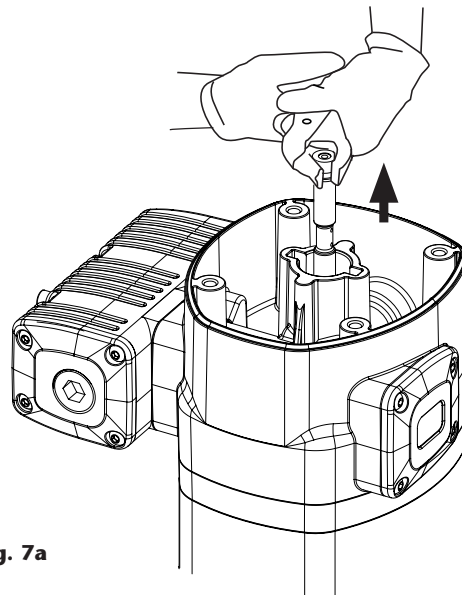
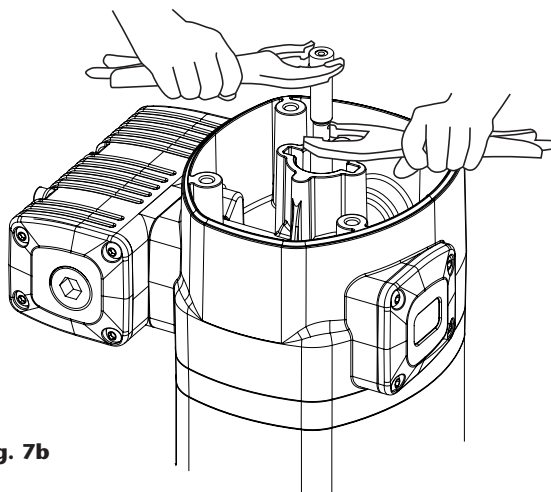

Fig. 7a
Fig. 7b
1. Unscrew the bolts (2) and remove the cap (3).
2. Unscrew the sensor sleeve (4).
3. With a manual clamp on the nut (5), pull the rod (47) outwards until its central recess appears (fig. 7a). Then, with another manual clamp, grab the rod (47) on said recess to prevent sealing surface to be damaged, and unscrew the nut (5) (fig. 7b).
4. Remove o-ring (6) and ring (7), and replace them with new ones later.
5. Unscrew the bolts (56). Pull the motor body (13) outwards to free it along with bridle (36).
6. Take away the gasket (9) and replace its seals (8) and (10).
7. Unscrew the bolts (37) and split the motor (13) from the flange (36). Take away the washer (32) and replace the seal (8).
8. Take away the cylinder (53) while carefully holding the air piston (44). Replace the piston seal (39).
9. Remove the upper spring clip (57) and unscrew the piston assembly (44).
10. Replace the U-ring (51) and the slide rings (52).
11. Reassemble in reverse order, applying thread locker in screws (56), (37), nut (5) and sensor sleeve (4).
1. Desenrosque los cuatro tornillos (2) y quite la tapa (3).
2. Desenrosque el tapón inversor (4).
3. Con ayuda de una mordaza manual sobre el casquillo (5), tire hacia fuera del vástago (47) hasta que aparezca su rebaje central (fig. 7a). Después, con otra mordaza manual agarre el vástago (47) en dicha zona rebajada central para no dañar la superficie destinada al sellado y desenrosque el casquillo (5) (fig. 7b).
4. Deseche la tórica (6) y el aro (7), y use otros nuevos posteriormente al volver a montar.
5. Desenrosque los cuatro tornillos (56). Tire hacia arriba del cabezal motor (13) hasta liberarlo junto con la brida (36).
6. Quite el casquillo inversor (9). Sustituya las juntas (8) y (10) de este casquillo.
7. Desenrosque los cinco tornillos (37) y separe el cuerpo motor (13) de la brida (36). Extraiga la arandela (32) y sustituya la junta (8).
8. Retire el cilindro (53) sujetando con cuidado el émbolo (44). Sustituya la junta (39) de dicho émbolo.
9. Extraigan el pasador superior (57) de la tuerca del divorcio (58) y desenrosque el conjunto del pistón (44).
10. Sustituya el collarín (51) y los pistones de deslizamiento (52).
11. Vuelva a montar el conjunto en sentido inverso, aplicando fijador de rosca en los tornillos (37), (56), casquillo (5) y tapón inversor (4).
1. Dévisser les quatre vis (2) et retirer le couvercle (3).
2. Dévisser le bouchon de l'inverseur (4).
3. Avec une pince manuelle sur la douille de serrage (5), tirer la tige (47) vers l'extérieur jusqu'à ce qu'apparaisse son évidement central (fig. 7a). Puis, avec une autre pince manuelle, saisir la tige (47) sur l'évidement pour prévenir les dommages sur la surface pouvant entraîner des problèmes d'étanchéité, et dévisser l'écrou (5) (fig. 7b).
4. Enlever le joint (6) et la bague (7), puis utiliser les nouvelles lors du remontage.
5. Dévisser les quatre vis (56). Retirer le moteur (13) pour libérer la tête avec la bride (36).
6. Retirer le capuchon de l'inverseur (9). Remplacer les joints (8) et (10) de ce capuchon.
7. Dévisser les cinq vis (37) et séparer le corps de moteur (13) de la bride (36). Retirer la rondelle (32) et remplacer le joint (8).
8. Retirer le cylindre (53) en tenant soigneusement le piston (44). Remplacer le joint (39) du piston.